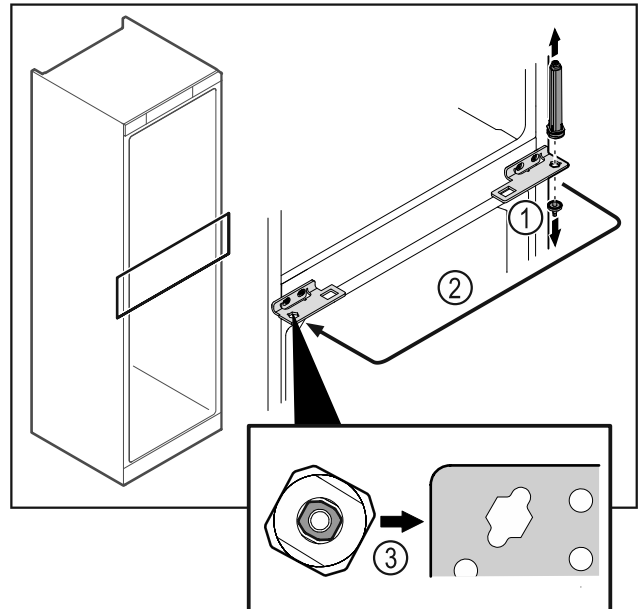

Fig. 49
- ▶ Csavarozza le a csuklópánt-csapot Fig. 49 (1).
- ▶ Helyezze át az ajtó zárrendszert Fig. 49 (2).
- ▶ Behelyezéskor ügyeljen az ajtózáró rendszer Fig. 49 (3) helyes beigazítására.